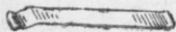

Рис. 67. Спусковая пружина
**102. Спусковая пружина** (рис. 67) служит для подачи спусковой тяги вперед и вверх. Верхним концом она надавливает на заднюю стенку спусковой тяги, а нижним — крепится шпилькой в задней стенке рукоятки.